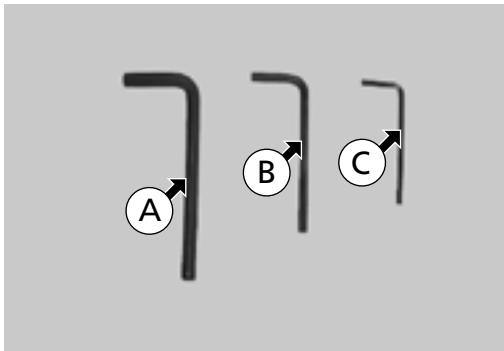

Fig. 32
Utilize a ferramenta (A), chave Allen de 6 mm (Fig. 32.).
Elementos da Fig. 32
Use uma chave Allen de 4 mm (B), (Fig. 32).